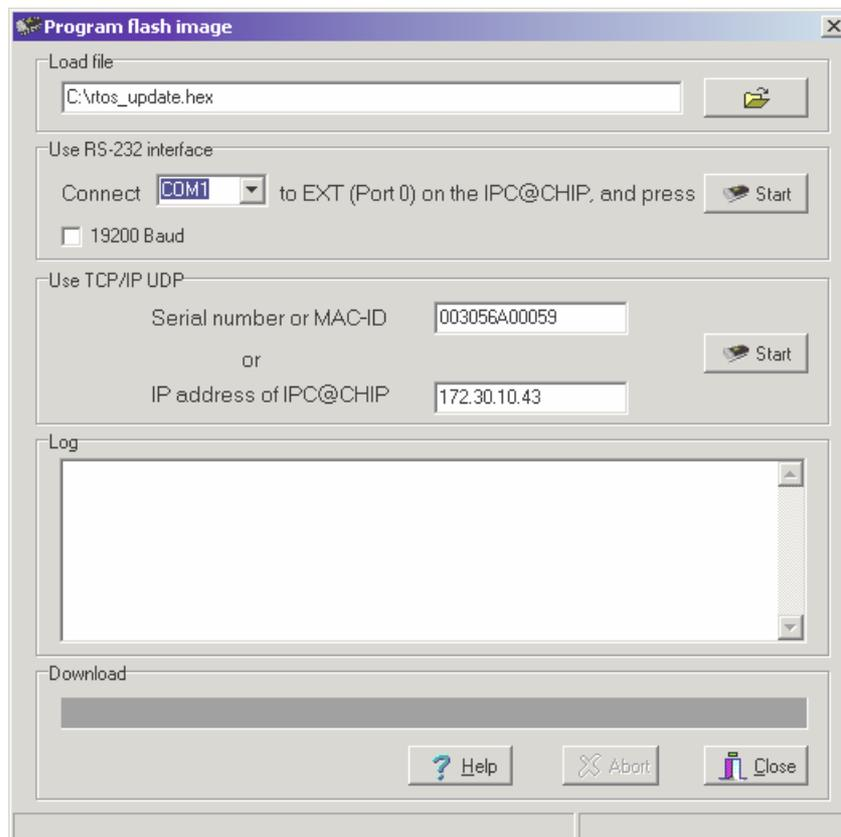

Рис. 3. Подготовка к записи RTOS.
3. В появившемся диалоговом окне заполнить поле Load File. Здесь необходимо указать имя загружаемого файла с операционной системой RTOS типа SC1x3V01xx_FULLL.hex (рис. 3). Вы можете воспользоваться кнопкой, расположенной справа от поля ввода для открытия окна выбора файла.